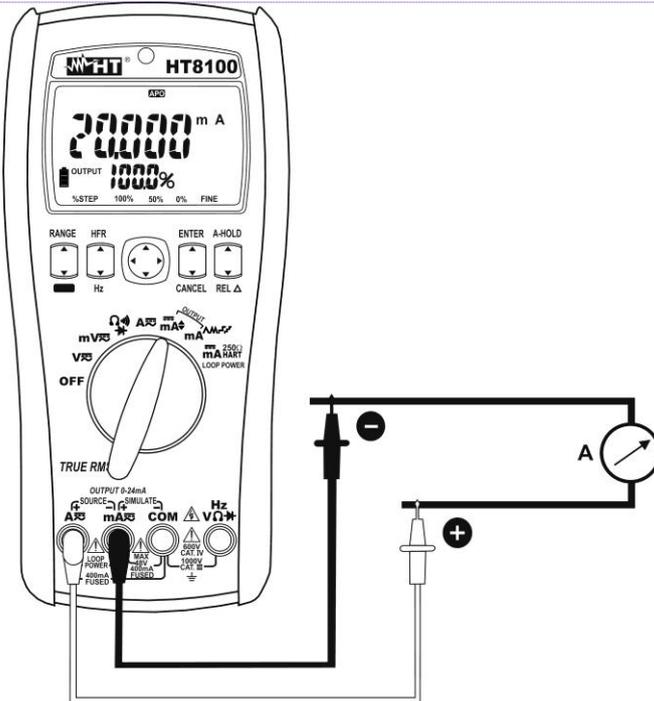

Abb. 8: Verwendung des Gerätes für Gleichstromerzeugung
- Stellen Sie die rote Messleitung und die schwarze Messleitung in die Punkte mit positivem und negativem Potenzial des externen passiven Gerätes, das versorgt werden muss (siehe Abb. 8, Abb. 8).